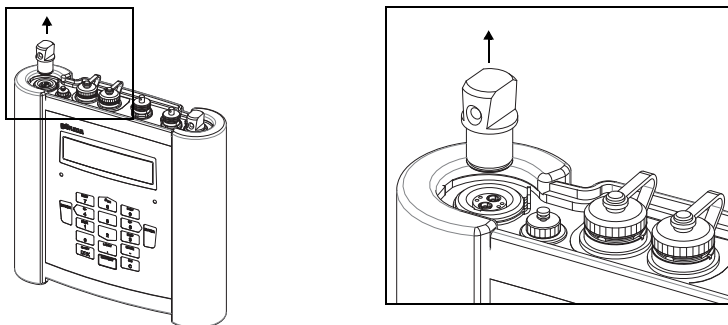

Abb. 7.6: Entfernen des Blindstopfens
- Ziehen Sie den Blindstopfen heraus (siehe Abb. 7.6).